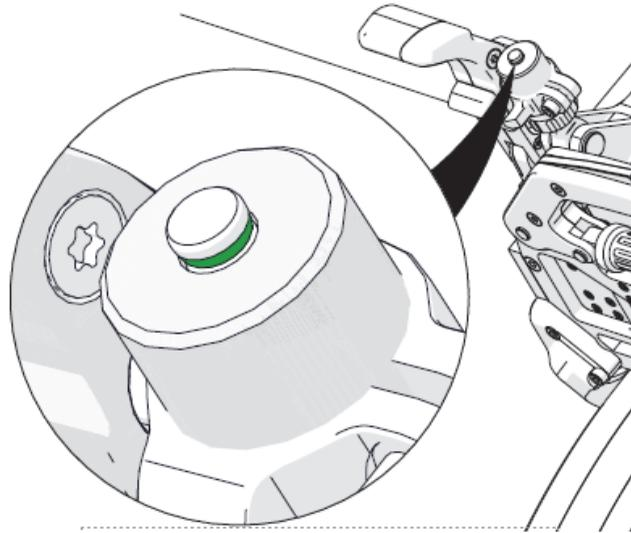

图1-42 正确的压力
- 正确的压力将使机构顶部指示器活塞上的绿色O形圈清晰可见（参见第55页的图1-42）。